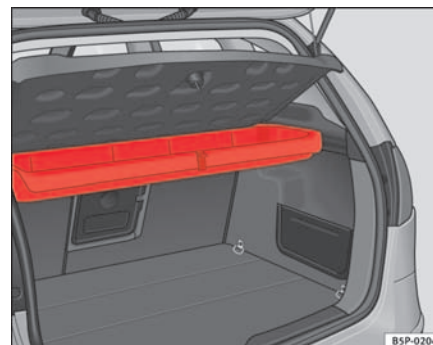
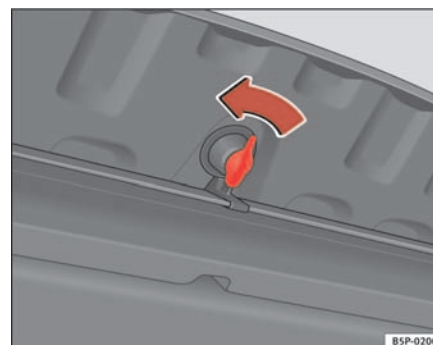

Fig. 119 Alojamiento para el triángulo de preseñalización bajo la bandeja posterior
Fig. 120 Apertura de la caja portaobjetos
El triángulo de preseñalización* se encuentra debajo de la bandeja posterior en una caja portaobjetos. ⇒ página 153, fig. 119. Para abrir esta caja portaobjetos, gire el pestillo 90°. ⇒ página 153, fig. 120
- Abra la caja portaobjetos girando el pestillo 90°. ⇒ página 153, fig. 120